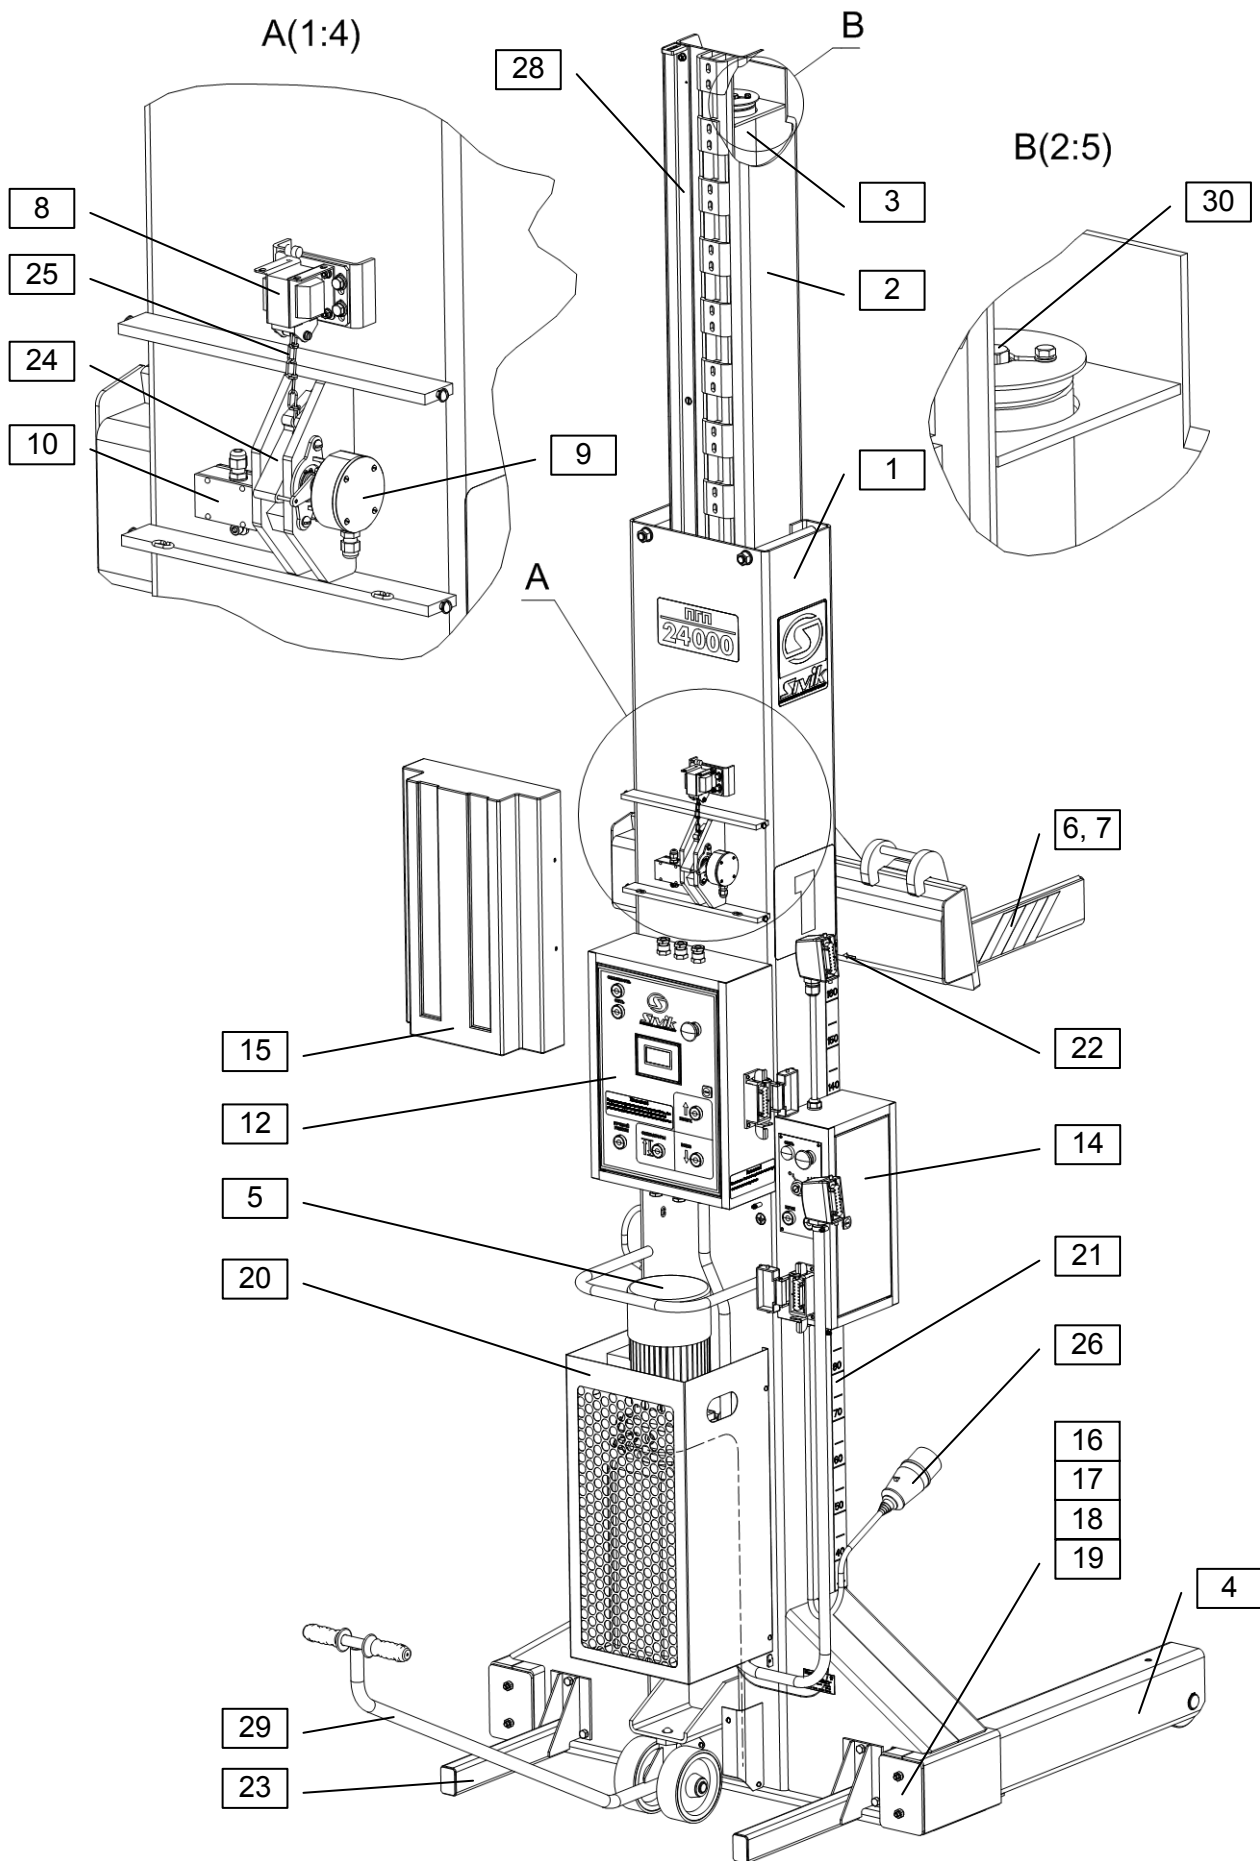
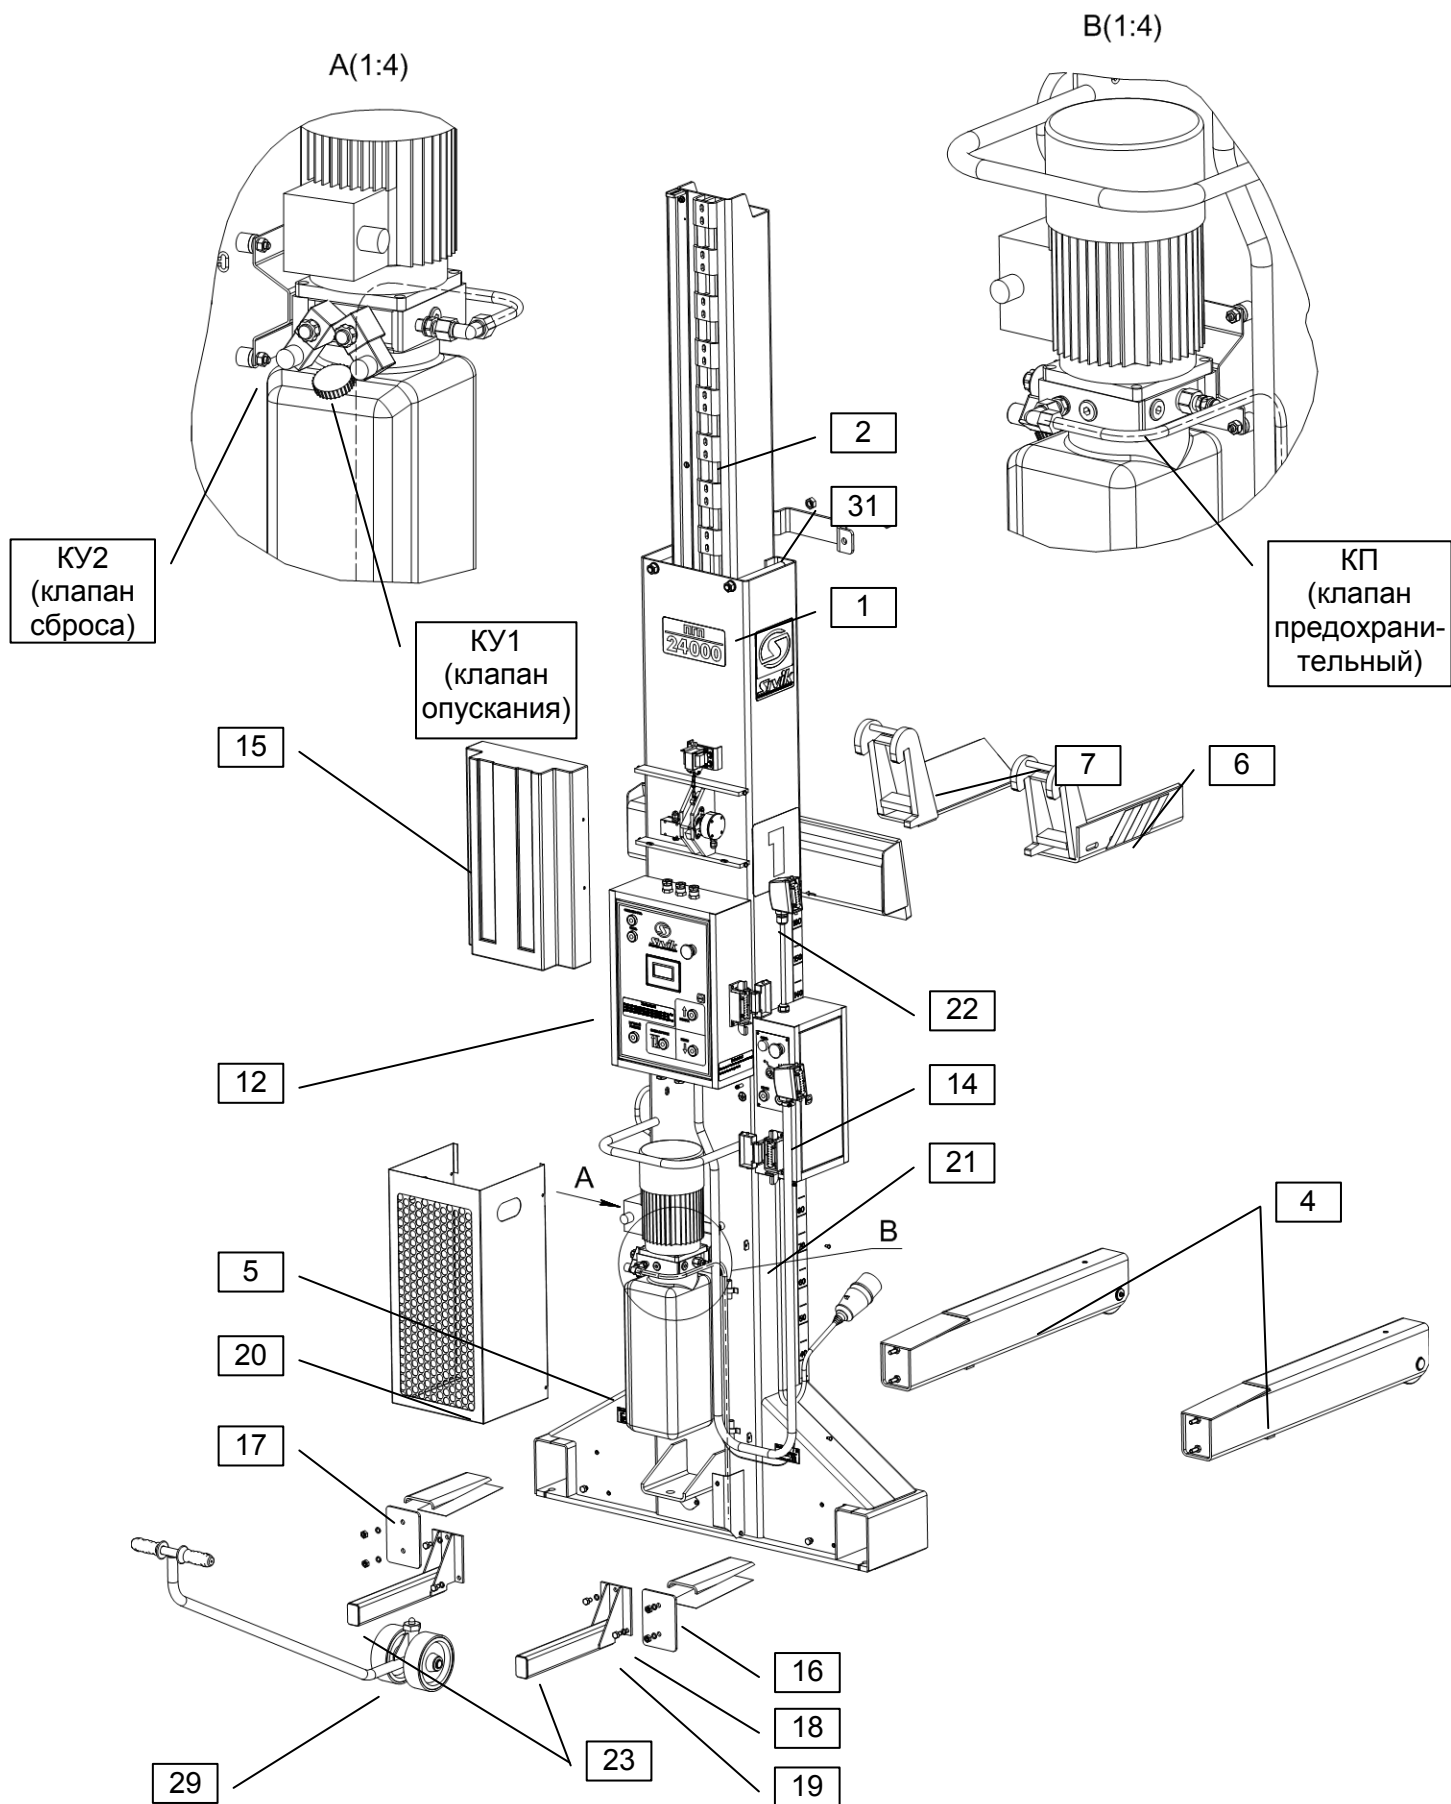
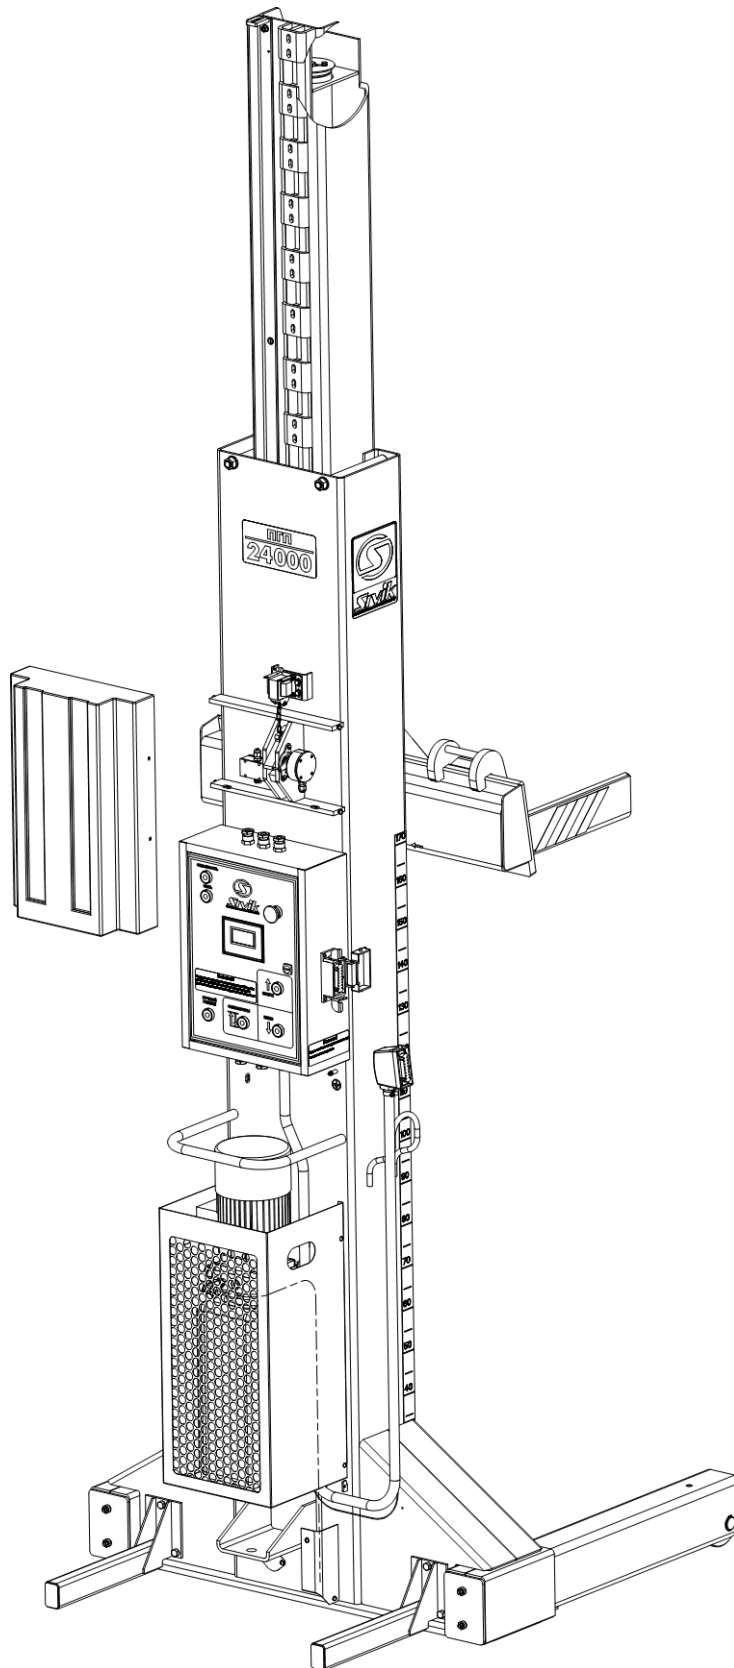
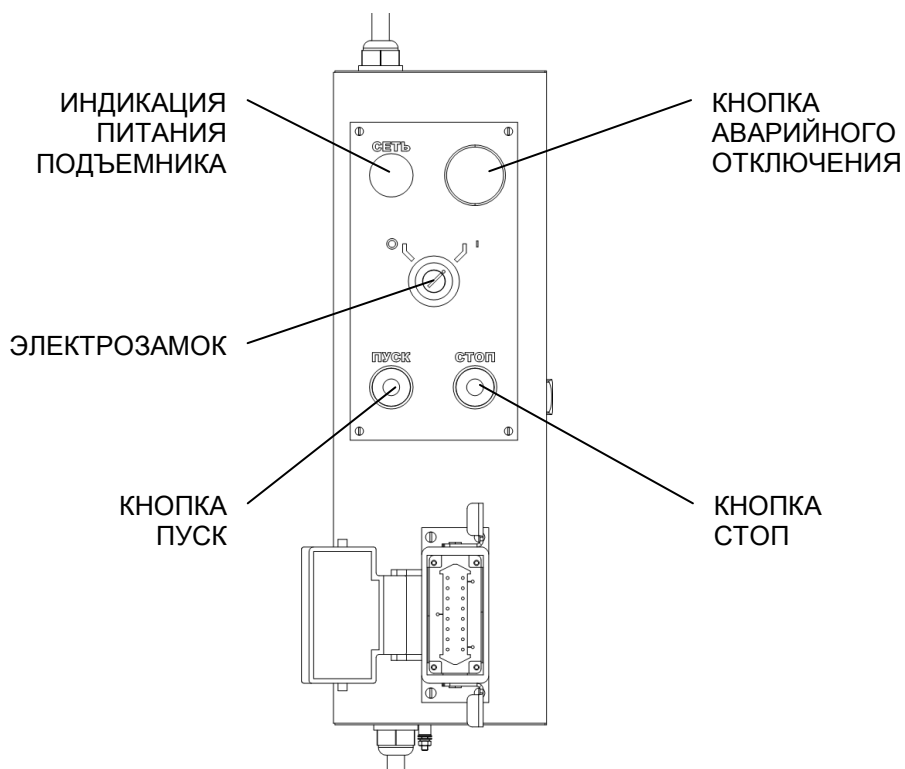

Рисунок 4.5 - Общий вид стойки главной №1 в сборе
Рисунок 4.6 - Общий вид стойки главной №1 – взрыв-схема.
Рисунок 4.7 - Общий вид стоек №№2, 3, 4, 5, 6
Рисунок 4.9 - Лицевая панель пульта распределения питания
4.2 Все стойки снабжены однотипными пультами управления 12, в каждом имеется контроллер синхронизации подъема/опускания и графический дисплей. На стойке главной №1 дополнительно установлен пульт распределения питания 14 с УЗО и электрозамком (Рисунок 4.9). Конструкция каждой стойки включает следующие основные узлы и детали (Рисунок 4.5, Рисунок 4.6, Рисунок 4.7):
Стойки перемещаются по полу с помощью тележки 29. Подхваты 6 и 7 легко регулируются на балке каретки в зависимости от диаметра колеса автомобиля. Гидроразводка стоек выполнена металлическими трубами согласно схемы гидравлической принципиальной (Приложение А). Клапаны предохранительные гидростанций настроены на заданное давление и опломбированы (рисунок 4.6 Рисунок ). Силовой и управляющий кабели защищены от случайного повреждения армированным рукавом. Лицевая панель пультов управления показана на рисунке 4.8.